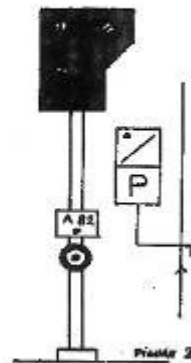

Figure 2
A. Signal d'arrêt permissif permanent. (fig.2)